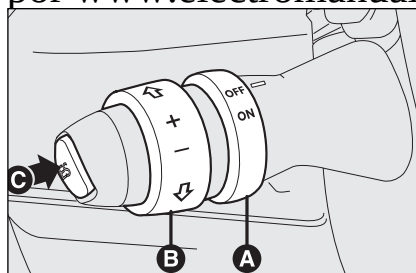

fig. 56
Gire el casquillo **A-fig. 56** a la posición **ON**.
- ☐ gire el casquillo **A-fig. 56** a **ON** y pisando el pedal del acelerador lleve el coche a la velocidad deseada;
- ☐ pulse la tecla **C-fig. 56**.
- ☐ girando momentáneamente el casquillo **B-fig. 56** a (+).
- ☐ manteniendo girado el casquillo **B-fig. 56** a (–) hasta alcanzar la nueva velocidad que permanecerá automáticamente memorizada.
Gire el casquillo **A-fig. 56** a **OFF** o la llave de contacto a la posición **STOP**. Además, el dispositivo se desactiva automáticamente en uno de los siguientes casos:
*En caso de funcionamiento defectuoso o de avería, gire el casquillo **A-fig. 56** a **OFF** y acuda a un taller de la Red de Asistencia Fiat después de haber verificado la integridad del fusible de protección.*